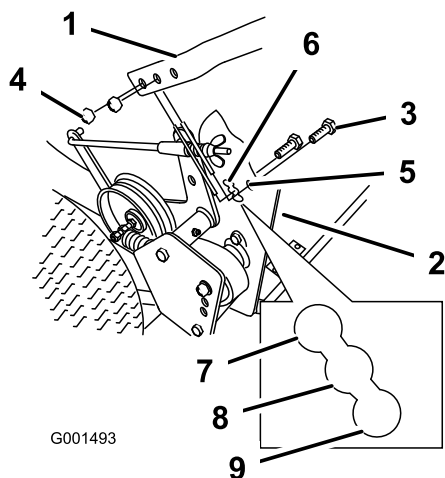

Figura 18
2. Afloje los pernos superiores y la tuerca con arandela prensada ($3/8 \times 1-1/4$ pulgada) que sujetan el manillar al bastidor trasero (Figura 18).
3. Retire los pernos con arandela prensada inferiores ($3/8 \times 1$ pulgada) y las tuercas con arandela prensada que sujetan el manillar al bastidor trasero (Figura 18).